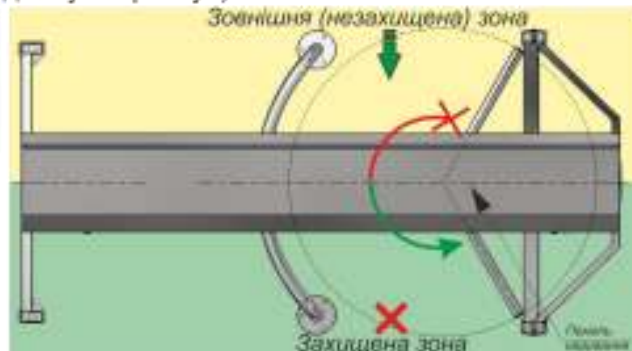

Рис.17 – Принцип роботи механічного розблокування повноростових турнікетів «BICYCLONE»
- відкрити замки механічного розблокування в контейнері за допомогою ключа (див.рисунок 17).